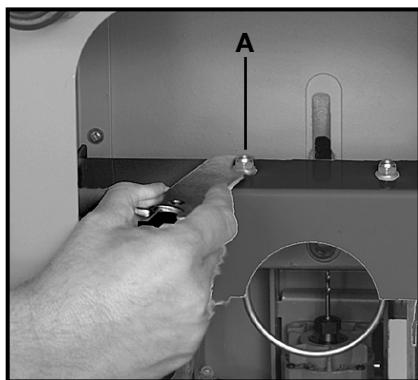

Fig. 12
1. Desserrez l'écrou (A) Fig. 12, de la pince de serrage du moteur : utilisez la clé de serrage de  $\frac{7}{16}$  po pour faire tourner l'écrou de pince en sens anti-horaire de plusieurs tours afin de desserrer la pince.